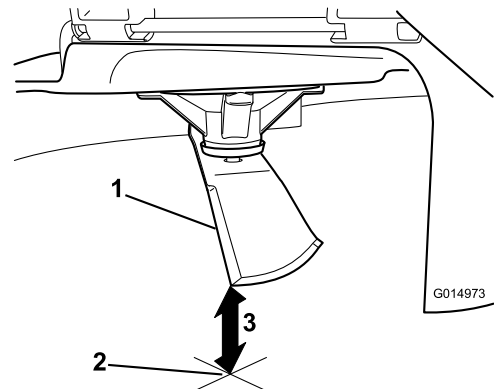

Figure 95
5. Mesurez la distance entre la pointe de la lame et la surface plane (Figure 95).